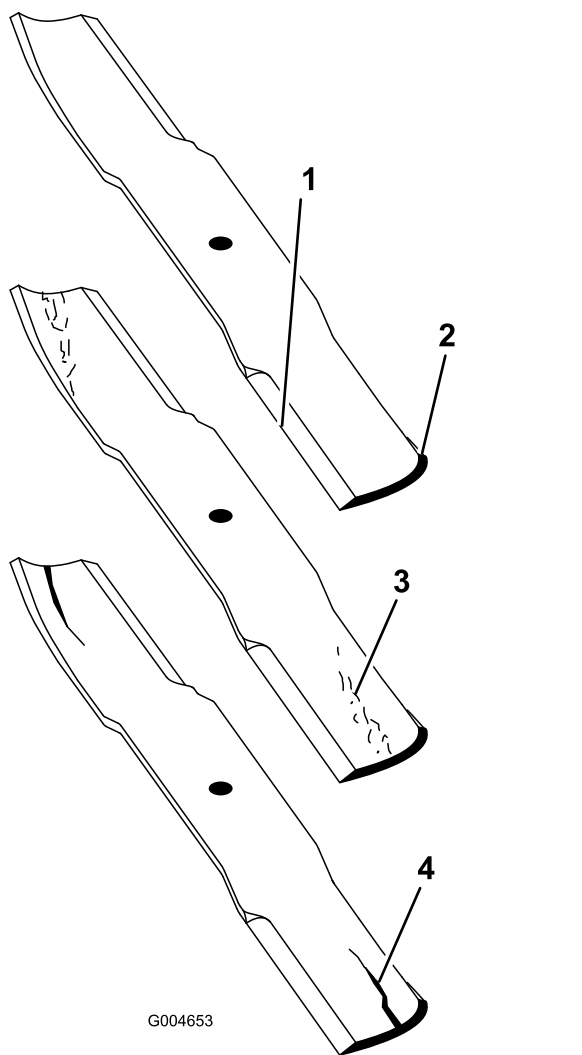

Figure 110
2. Examinez attentivement les tranchants de la lame, particulièrement au point de rencontre de la partie plane et de l'ailette (Figure 110). Le sable et les matières abrasives peuvent éroder le métal à cet endroit, c'est pourquoi il est important de contrôler l'état de la lame avant d'utiliser la tondeuse. Remplacez la lame si elle vous semble usée (Figure 110).